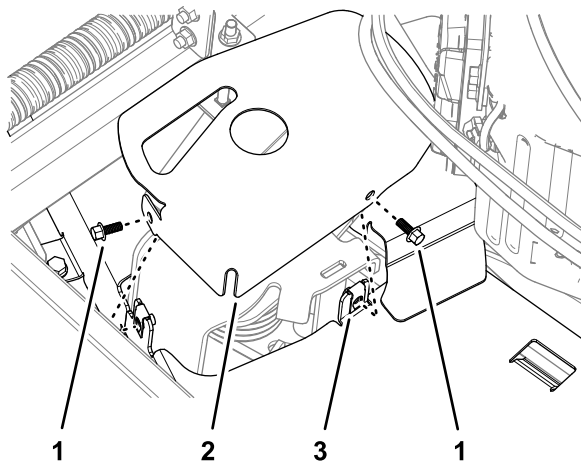

**Bild 44**
3. Befestigen Sie die Flanschverbindungen der Riemenabdeckung mit der Bundkopfschraube (Bild 44), die Sie in Entfernen der linken Riemenabdeckung \(Seite 30\) entfernt haben.